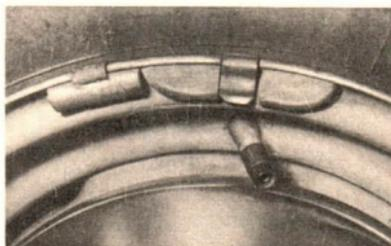

Bild 134/1 Durch Verschieben der Ausgleichsstücke kann das Rad ausgewuchtet werden
- Die Räder eines Motorrads sind so gebaut, daß ihr Schwerpunkt in der Drehachse liegt. Wird das Rad gedreht, so befindet es sich auch in jeder neuen Lage wieder im Gleichgewicht. Das ist für den ruhigen Lauf zum Beispiel eines Kraftfahrzeugs oder einer schnell umlaufenden Maschine von großer Bedeutung. Räder, die diese Bedingung nicht genau erfüllen, werden *ausgewuchtet*, indem durch eine geeignete Bearbeitung oder durch Ausgleichsstücke der Schwerpunkt des Rades genau in die Drehachse gelegt wird (Bild 134/1).